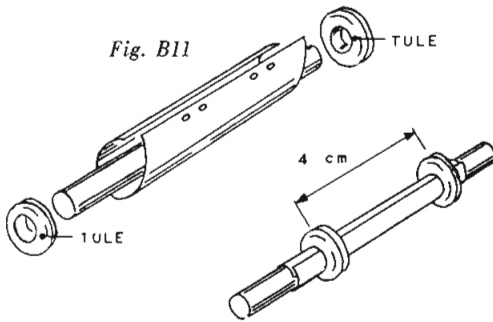

Fig. B12
10. Schuif aan beide zijden een rubbertule om het papieren kokertje, zodat dit strak om de staaf heen zit. De afstand tussen de twee rubbertulen moet 4 centimeter zijn. Let er op, dat de staaf aan beide zijden van het kokertje even ver uitsteekt (figuur B12).